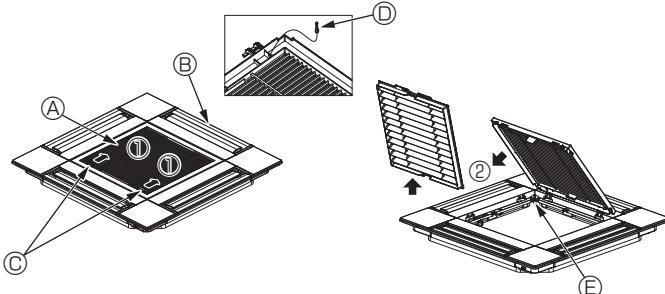

Fig. 10-3
10.2.1. Fjerning av luftgitteret (fig. 10-3)
- Skiv spakene i pilens retning ① for å åpne luftinntak.
- Med inntaksgrillen i "åpen" posisjon, fjern hengslene av luftinntaket fra grillen som vist med pil ②.